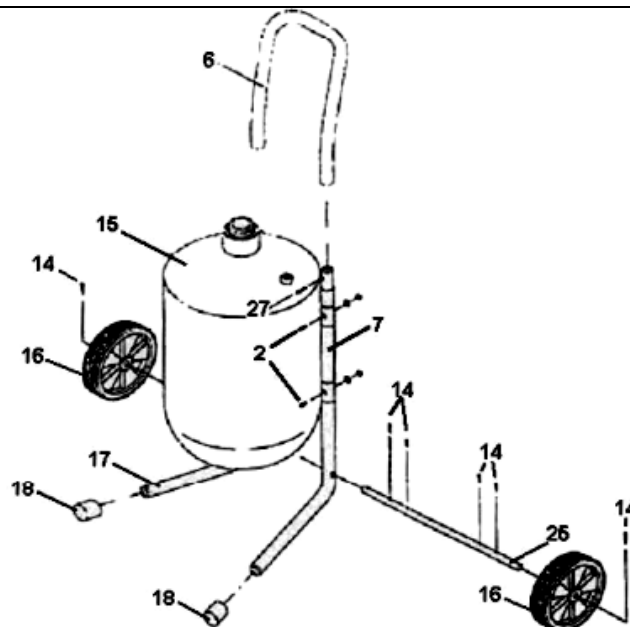

Рис. 2. Сборка ног, колеси рукоятки.
- Смонтируйте левую ногу (7) и правую ногу (17) на резервуар (15) используя четыре винта и гайки как показано на Рис. 2. Основания ног должны быть развернуты наружу, отверстия в основании ног должны быть параллельными друг другу, чтобы вставить ось (25).
- Смонтируйте одно из колес (16) на оси (25) используя шплинт (14).
- Вставьте ось в отверстия в основании ног, используя четыре шплинта (14), зафиксируйте положение оси.
- Вверните трубку (13) в коллектор.
- Смонтируйте второе колесо (16) на оси (25) используя оставшийся шплинт (14).
- Наденьте рукоятку (6) на верхние торцы ног (7, 17)) и зафиксируйте её двумя самонарезающими винтами.
- Наденьте две заглушки (18) на концы ног.